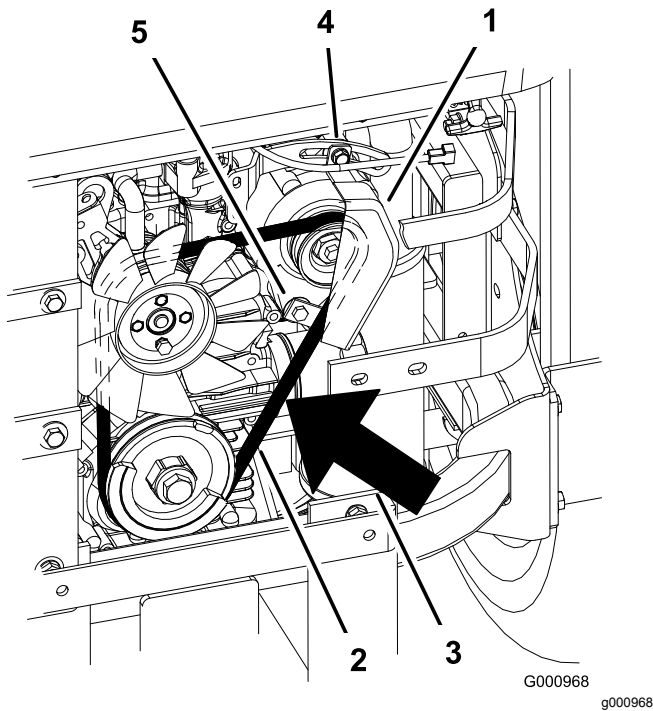

Figure 83
- Desserrez le boulon inférieur et retirez le boulon de fixation supérieur de l'alternateur et du couvercle (Figure 83).
- Installez une courroie neuve autour des poulies et de l'alternateur (Figure 83).
- Serrez le boulon inférieur et vissez le boulon de fixation supérieur de l'alternateur et du couvercle (Figure 83).
- Réglez l'alternateur vers l'extérieur jusqu'à ce que la courroie présente une flèche de 7 à 9 mm ($\frac{1}{4}$ à $\frac{11}{32}$ po) quand une force de 10 kg (22,1 lb) est exercée entre les poulies du moteur et de l'alternateur (Figure 83).
- Si la flèche est correcte, serrez les boulons inférieur et supérieur (Figure 83).